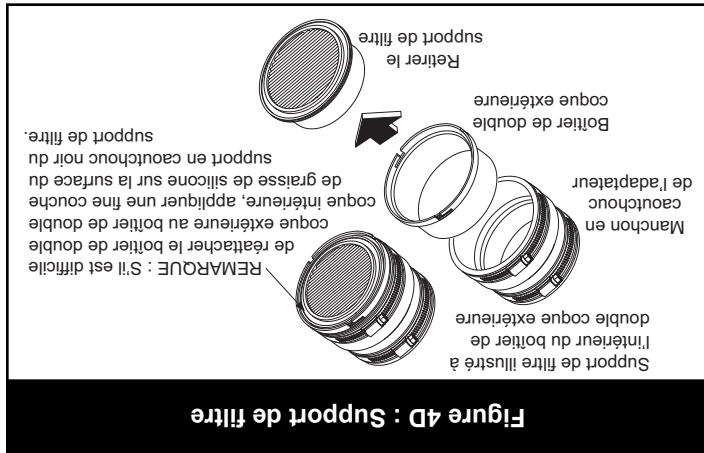

Figure 4D : Support de filtre
- À l'aide de vos doigts ou un petit tournevis à lame plate, retirer le support du filtre du boîtier de la double coque externe, et manipuler avec prudence (voir Figure 4D).